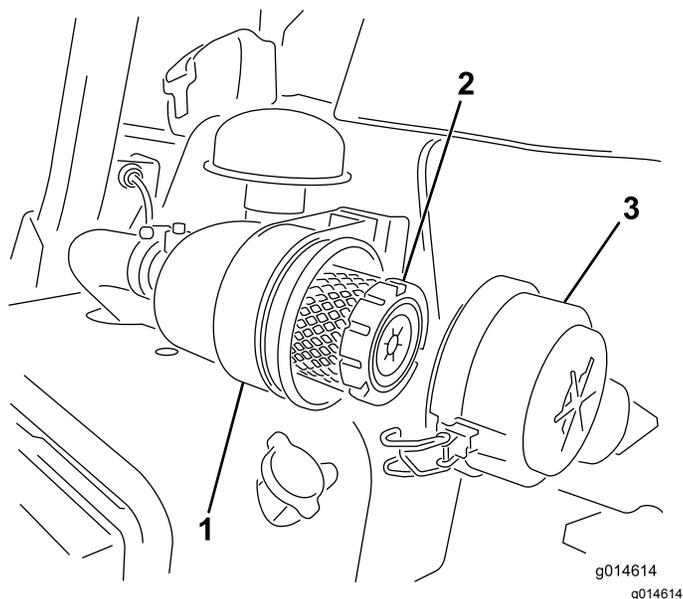

Рисунок 45
1. Отпустите защелки, фиксирующие крышку воздухоочистителя на его корпусе (Рисунок 45).
- Зафиксируйте защелки (Рисунок 45).